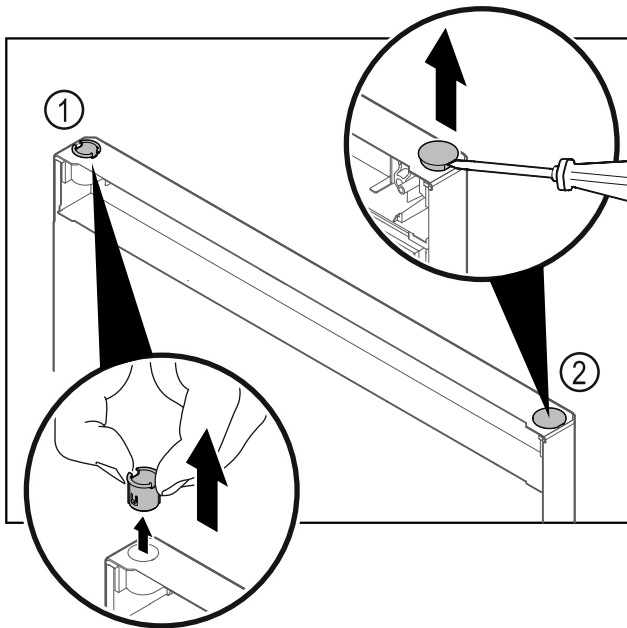

Fig. 27
- ▶ Scharnierbuchse Fig. 27 (1) mit den Fingern herausziehen.
- ▶ Abdeckstopfen Fig. 27 (2) vorsichtig mit einem Schlitzschraubendreher anheben und herausziehen.